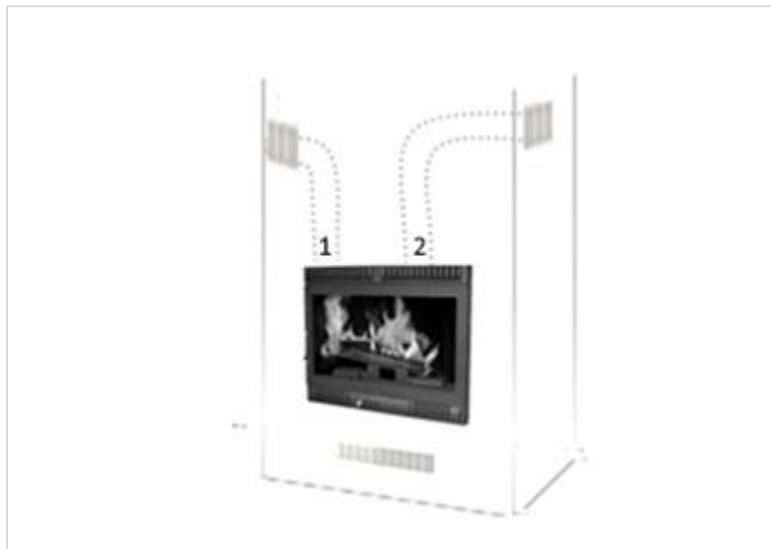

Figura 5
1. O dispositivo possui duas aberturas (ver 1 e 2 na figura 5) na parte superior que permitem a ligação de um tubo para canalização de ar quente.